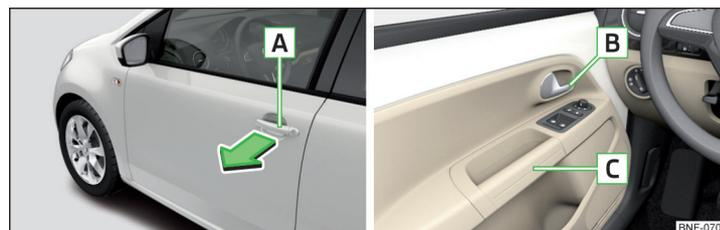

Fig. 30 Poignée de la portière / manette d'ouverture des portières
- ▶ Tirez la poignée de la portière **A** dans le sens de la flèche » fig. 30.